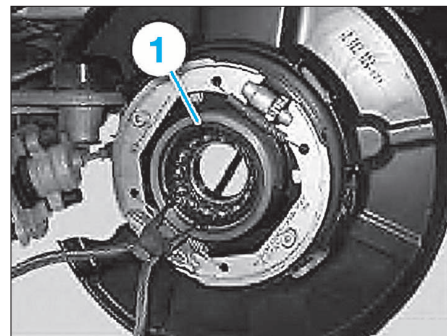

FIG. 40
- Comprimer le circlip (1) à l'aide d'une pince et l'extraire (Fig.40).